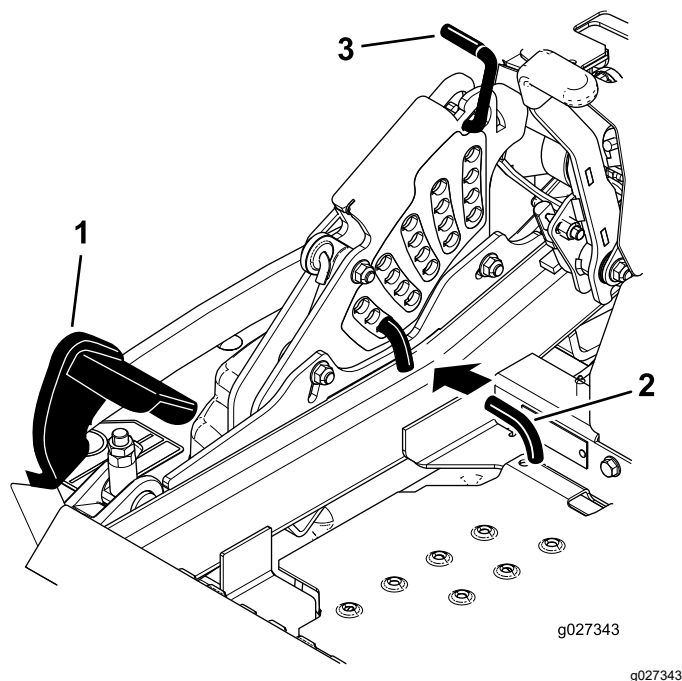

Figure 99
- Enfoncez la pédale de levage du tablier de coupe au maximum pour verrouiller le tablier à la position transport de 14 cm (5½ po) (Figure 99).